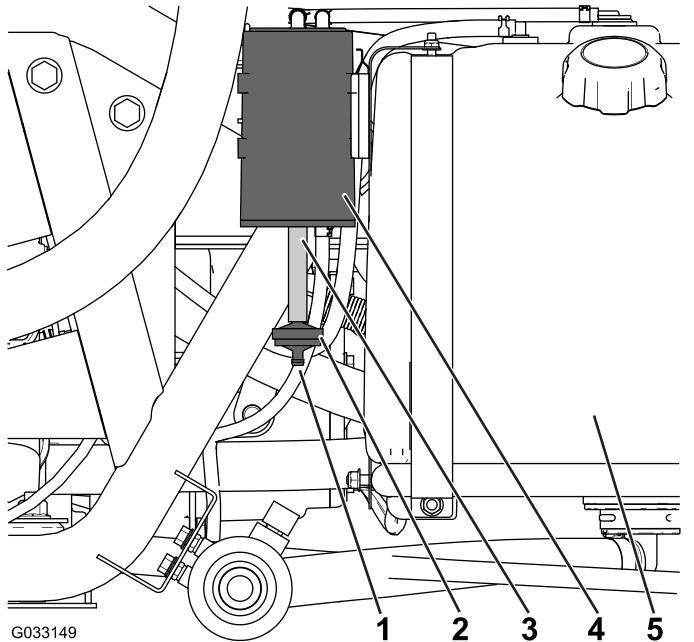

図 45
カーボンキャニスタのエアフィルタの開口部を点検し、汚れていないこと、ごみや異物や通気の障害になるものが入っていないことを確認する図 45。
1. カーボンキャニスタの底部についているカーボンキャニスタ用フィルタのバーブ鋸歯フィッティングをホースから外し、フィルタを外す図 45。